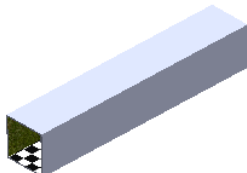

图 9.9.2 引入管道
Step2. 引入管道。在“开始装配体”对话框中单击  按钮，在弹出的“打开”对话框中选择保存路径下的零部件模型 D:\sw15\work\ch09.09\tube.SLDPRT，然后单击对话框中的  按钮，单击  按钮将零件固定在原点位置，如图 9.9.2 所示。